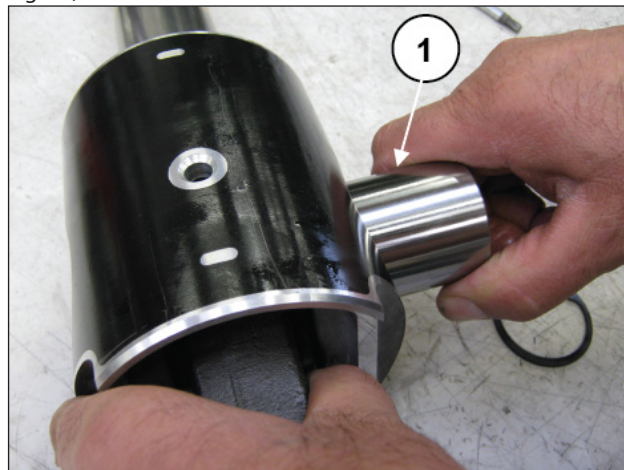
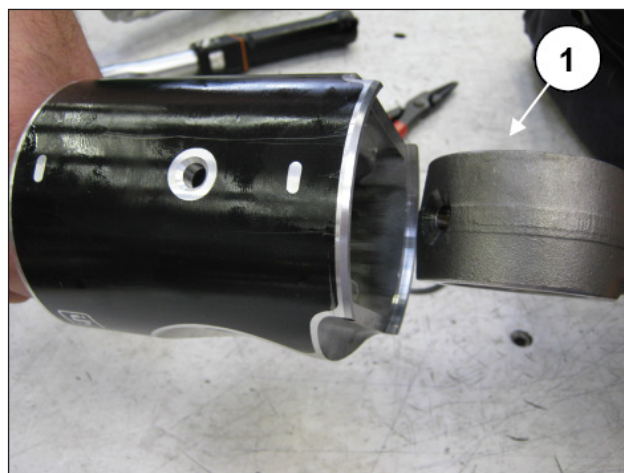

Fig. 44
Fig. 45
Dégager la goupille (rep. ①, Fig. 44) et extraire la bielle (rep. ①, Fig. 45).